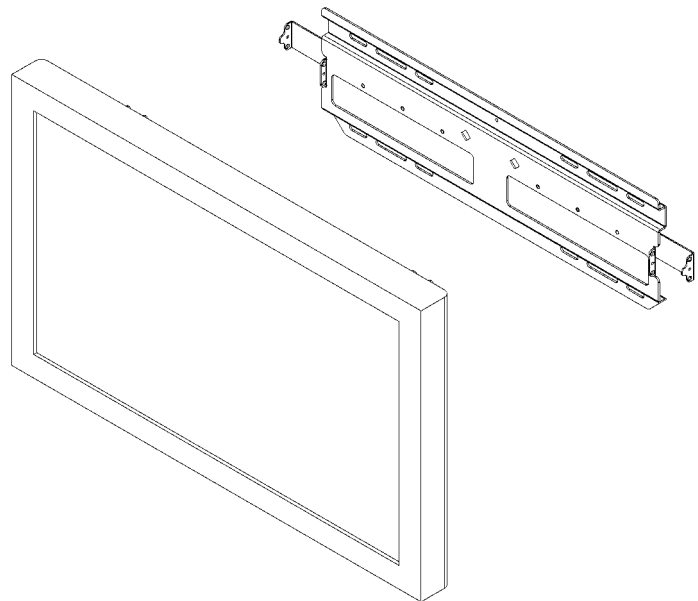

Abbildung 11. Display abnehmen
2. Die Sicherheitsverriegelungen an beiden Seiten hinaus schieben, damit das Display von der Wandplatte gelöst wird. Siehe Abbildung 11.
3. Das Display gemeinsam mit einem Helfer nach oben von der Wandplatte abheben (siehe Abbildung 11) und von der Wand nehmen.